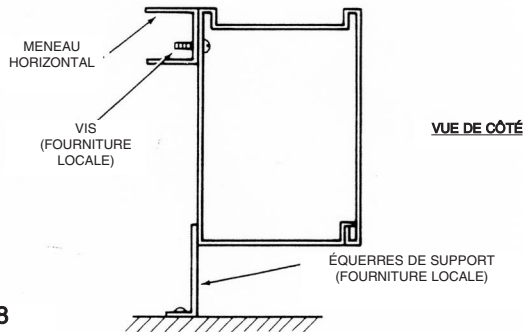

Figure 8
- Pour une installation sur meneau horizontal, placez des équerres de support comme montré en Figure 8.